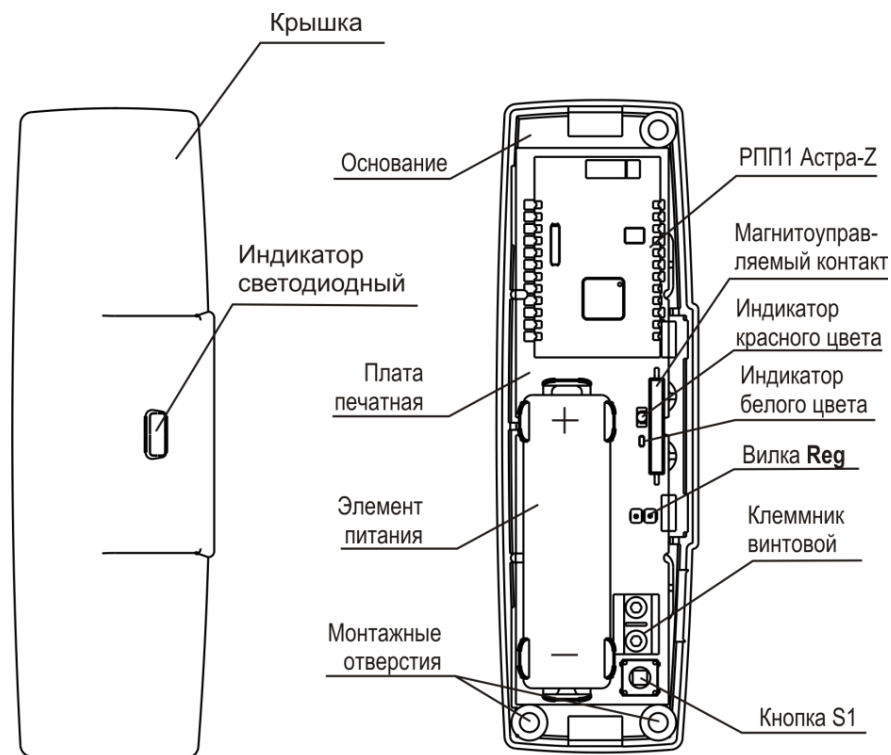

Рисунок 4.9
4.4.3.3 На плате СМК извещателя (рисунок 4.9) расположена вилка REG, используемая для регистрации в радиосети при кратковременном, на от 0,5 до 2 с, замыкании контактов вилки и нажатии в течении 60 с после этого кнопки вскрытия.